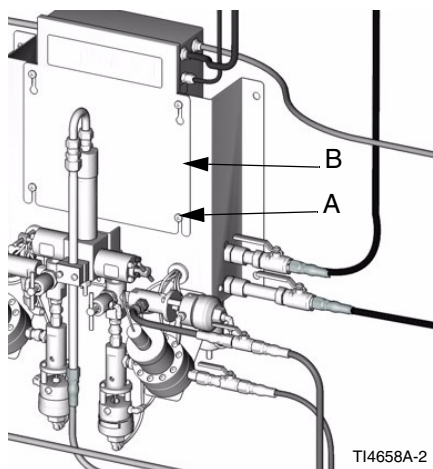

FIG. 1
4. Lossa de 4 skruvarna (A) och ta sedan bort locket på den smarta vätskepanelen (B). FIG. 1.